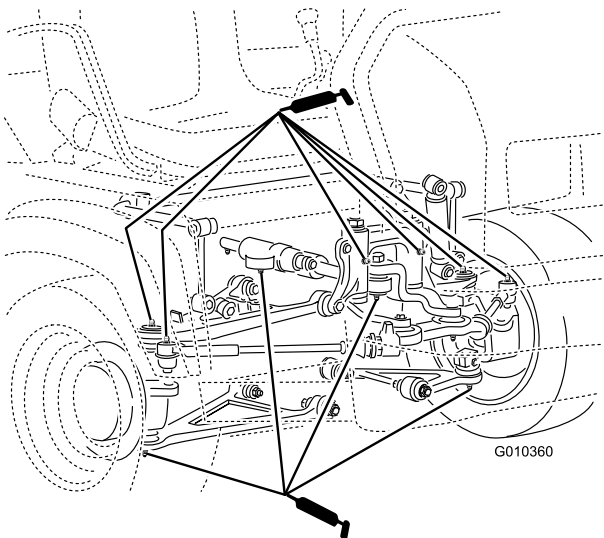

Figura 39
- Articulaciones esféricas (4), bielas (2), pivotes (2) y cilindros de dirección (2) (Figura 39)